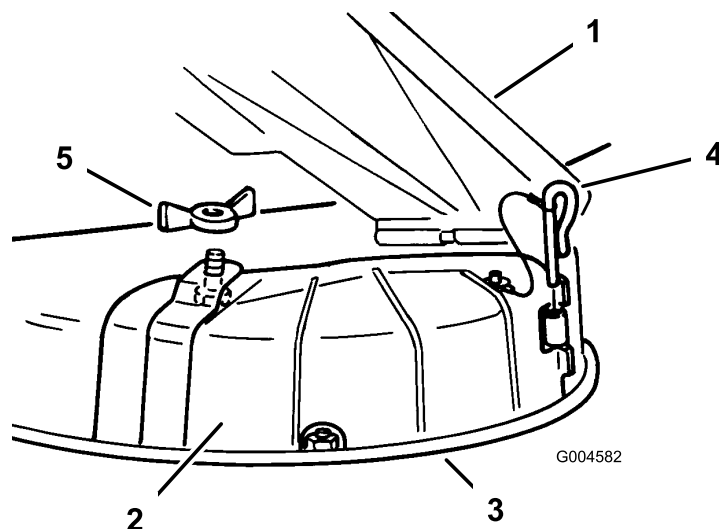

Bild 17
3. Løft græsdeflektoren, placer udblæsningsdækslet over åbningen på plæneklipperens nederste kant, og skub det på plads i det forreste hængsel (Bild 17).
4. Træk hængselstappen gennem hængslet (Bild 17).
5. Fastgør udblæsningsdækslet på plæneklipperen vha. vingemøtrikken (Bild 17).